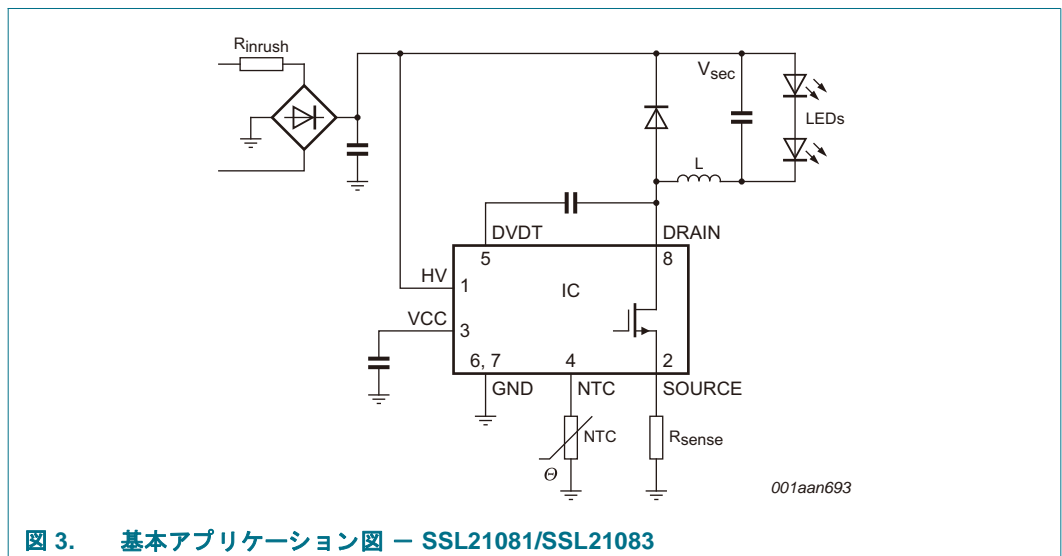
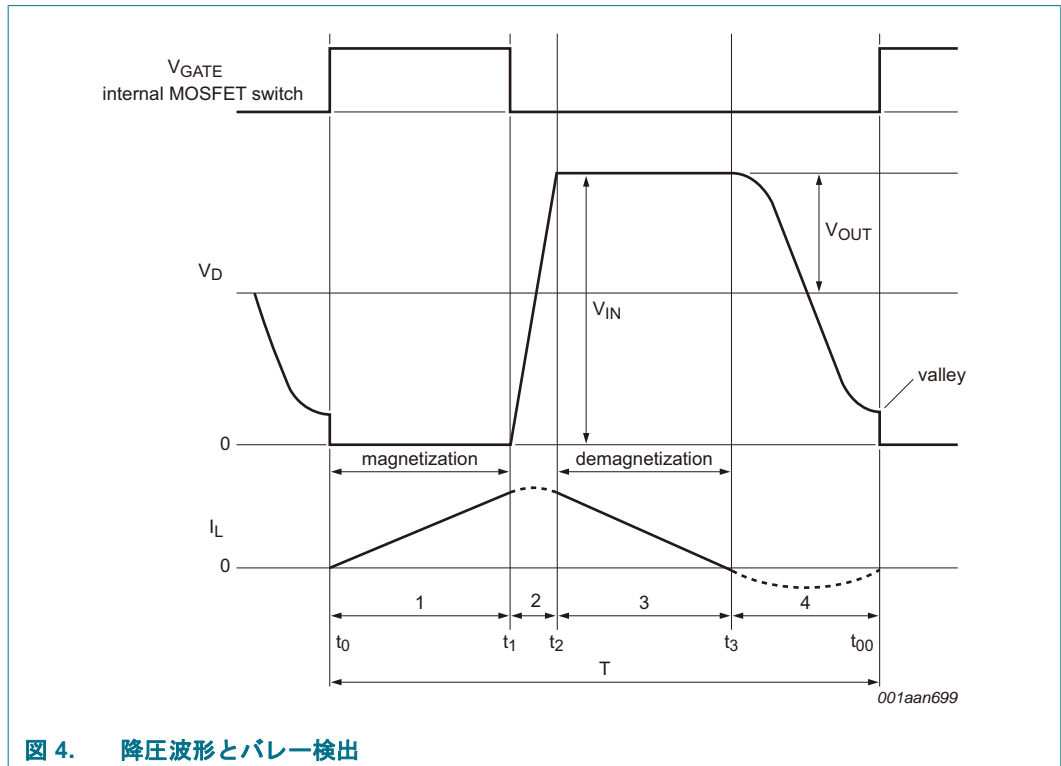

図 3. 基本アプリケーション図 – SSL21081/SSL21083
図 4. 降圧波形とバレー検出
SSL21081/SSL21083 のコンバータは BCM（電流臨界モード）のピーク電流制御システムです。基本的なアプリケーション図を 図 3 に、波形を 図 4 に示します。このタイプのコンバータは連続および不連続モードの境界で動作し、電力はスイッチがオンになる期間ごとにインダクタ L に蓄えられます。内部 MOSFET スイッチがオンのとき、インダクタ電流  $I_L$  はゼロになります。その後、L での電流の振幅は  $V_{IN} \sim V_{OUT}$  および内部 MOSFET がオンになっている時間に比例します。内部 MOSFET スイッチがオフになっても電流は還流ダイオード及び出力コンデンサを流れ続け、 $V_{OUT}$  の値に比例したレートに落ちます。LED 電流  $I_{LED}$  はピークスイッチ電流の半分にほぼ等しく、インダクタ電流  $I_L$  がゼロになるとすぐに新しいサイクルが始まります。
一次スイッチがオンになると新しいサイクルが始まります (図 4)。時間  $t_1$  の後、ピーク電流が SOURCE ピンで検出されると、スイッチはオフになり 2 次側ストロークが開始します (3)。2 次側ストロークが完了し、 $t_3$  でコイル電流がゼロになると、ドレイン電圧は  $V_{IN} - V_{OUT}$  レベルでオシレーションを開始します。この振幅は  $V_{OUT}$  に等しくなります。SSL2108X 回路にはバレー検出という特別な機能が統合されていて、スイッチのドレインの電圧が最低値になると、DRAIN ピンに内蔵された専用回路がこれを検出します。そして次のサイクルが始まります。この結果、容量性スイッチング損失が軽減されます。オシレーションの周波数と電圧スイングの両方が検出の指定範囲 ( $f_{ring}$  と  $\Delta V_{rec(min)}$ ) 内にあるとき、バレーが検出され、受け入れられます。有効なバレーが検出されない場合、最長オフ時間 ( $t_{off(high)}$ ) になるまで 2 次側のストロークが継続され、そして次のサイクルが始まります。